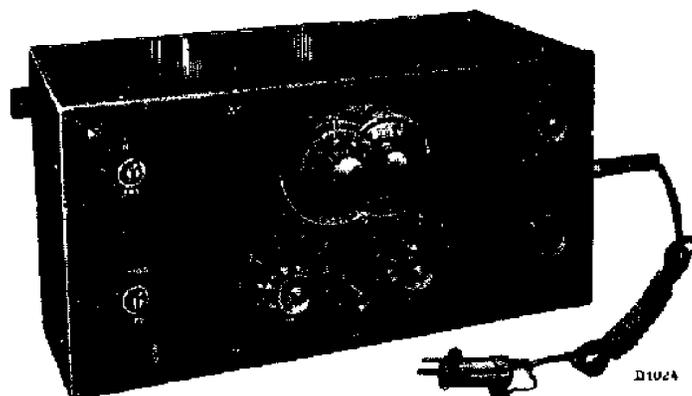

Abb. 3
1. Ein Serviceoszillator (G.M. 2880, Abb. 3), eine Kunstantenne für 200-3000 m. ( $200 \mu\mu F$ ,  $25 \mu H$  und  $20 \text{ Ohm}$ ) und eine Kunstantenne für 14-200 m. ( $400 \text{ Ohm}$ ).